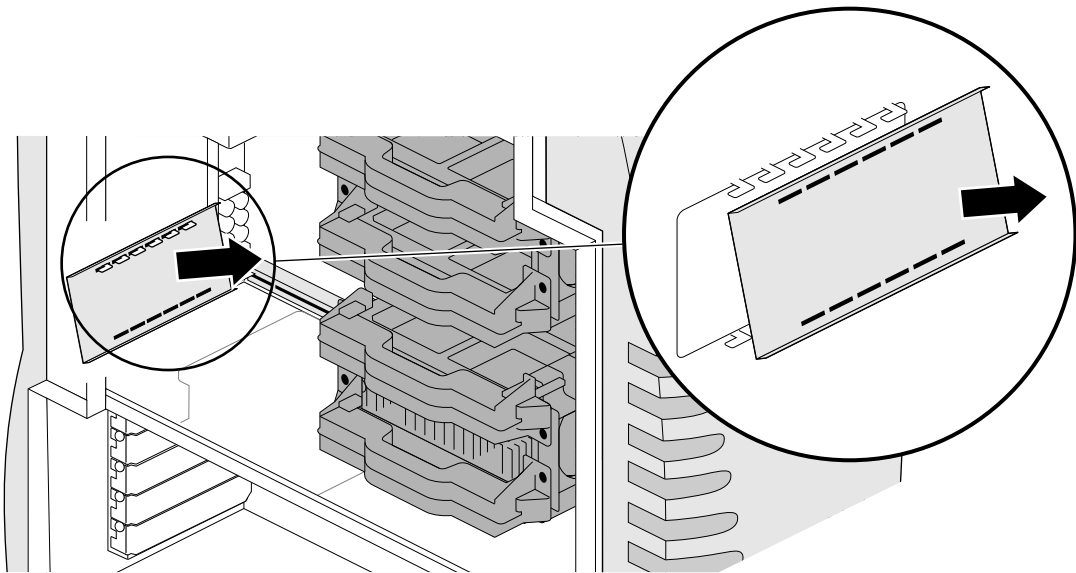

Abbildung 5-16 Entfernen der E/A-Abdeckblende für den Silicon Graphics SD1100-Anschluß
7. Stellen Sie sich neben die Workstation, schieben Sie die E/A-Abdeckblende in Ihre Richtung, heben Sie diese dann von den Haken über der E/A-Öffnung. Siehe Abbildung 5-16.